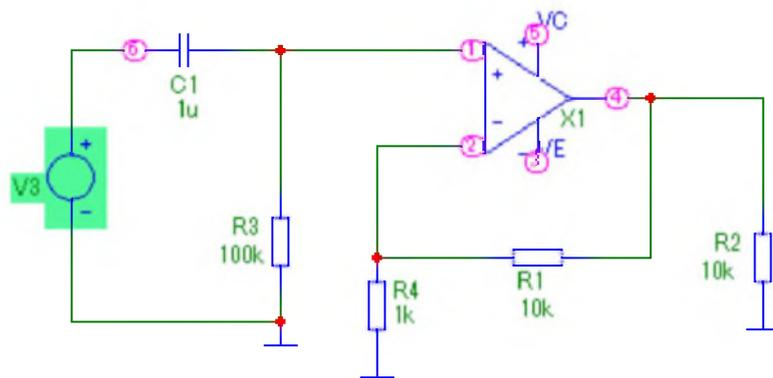

Рис.1
-рис.1;
6. При исследовании схемы, изображенной на рис.1, возможны следующие результаты моделирования: